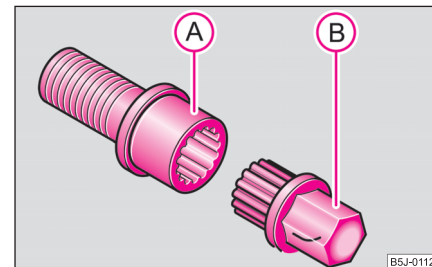

Fig. 174 Șurub de siguranță cu adaptor
- Introduceți adaptorul (B) cu partea zimțată până la limită pe interiorul zimțat al șurubului de siguranță (A), astfel încât să se mai vadă numai partea hexagonală ⇒ fig. 174.
- Împingeți cheia de roată până la capăt, pe adaptor (B).